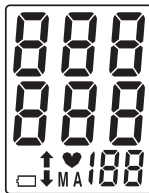

Рис.3
3. На дисплее кратковременно высветятся все символы (рис. 3), прозвучат два коротких звуковых сигнала и прибор начнет автоматически нагнетать воздух в манжету.